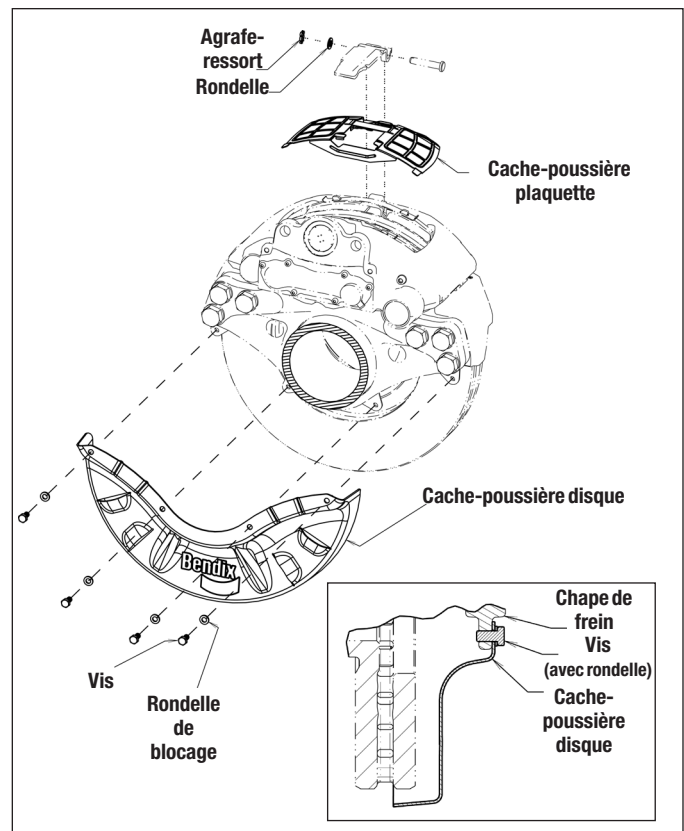

Figure 32 – Éclaté essieu remorque, avec fenêtre montrant l'installation du cache-poussière du disque
5.1.4 **Cache-poussière du disque sur essieu remorque** (cf. Figure 32.) Placer le cache-poussière de manière à intercaler la chape de frein entre le cache-poussière et le disque. Enfiler une rondelle (fournie) à chaque vis, puis insérer les vis dans le cache-poussière, puis dans les trous filetés de la chape. Serrer ces vis à un couple de 24 pi-lb (32,5 Nm).